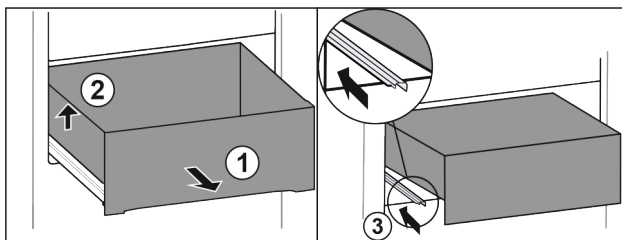

Fig. 68
- ▶ Schubfach bis zum Anschlag herausziehen. Fig. 68 (1)
- ▶ Schubfach links anheben. Fig. 68 (2)
- ▶ Linke Schiene einschieben. Fig. 68 (3)